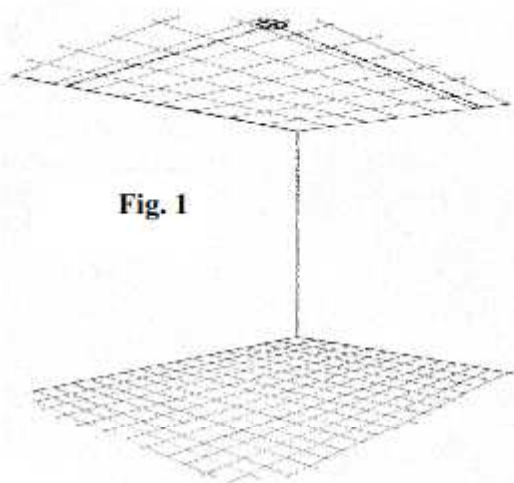

Fig. 1
### Profils périphériques (Fig. 1 à 7)
- Tracer au plafond l'implantation des cloisons suivant leurs axes (fig. 1).